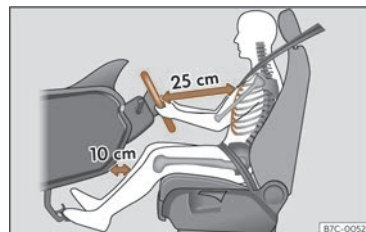

Fig. 17 A separación correcta entre o condutor e o volante debe ser de polo menos 25 cm (10 polgadas).
- Axuste o volante para que estea a unha distancia de polo menos 25 cm (10 polgadas) do esterno >>> **fig. 17** e o poida suxeitar con ámbalas dúas mans polos lados, pola parte exterior, cos brazos lixeiramente flexionados.